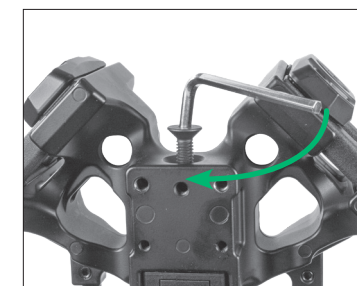

FIGURE 3
- Installez et serrez le boulon de poignée (partie F) à l'aide de la grande clé hexagonale (partie H). Pendant que vous serrez le boulon, l'ensemble de branches et de poignée doit affleurer le couvercle de joint. Serrez le boulon de poignée au complet. Voir la figure 3.